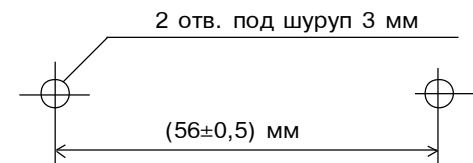

Рис. 90. Схема разметки для установки сигнализатора
- произведите разметку согласно рис. 90.